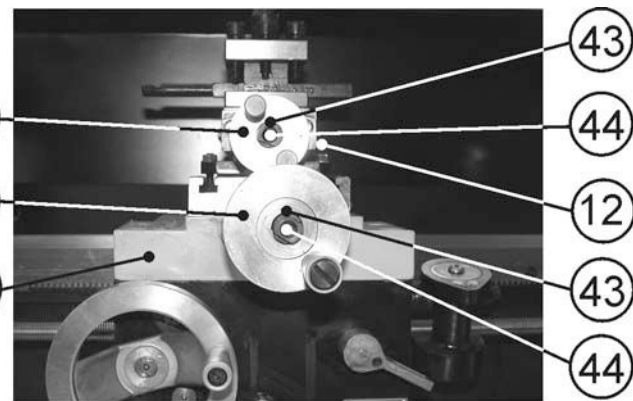

Рис.8
9.4.2. Регулировка перемещения ходового винта поперечного суппорта (13), Рис.8, выполняется также как и регулировка перемещения ходового винта поворотного суппорта (12) (См. п. 9.4.1).